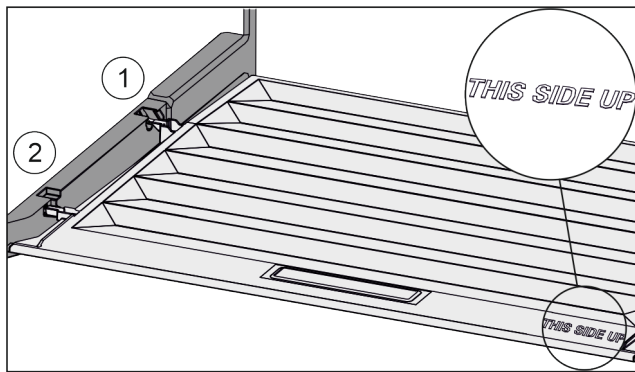

Fig. 118
- ▶ Deckelstege über Öffnung der hinteren Halterung Fig. 118 (1) einführen und vorne in Halterung Fig. 118 (2) einrasten.